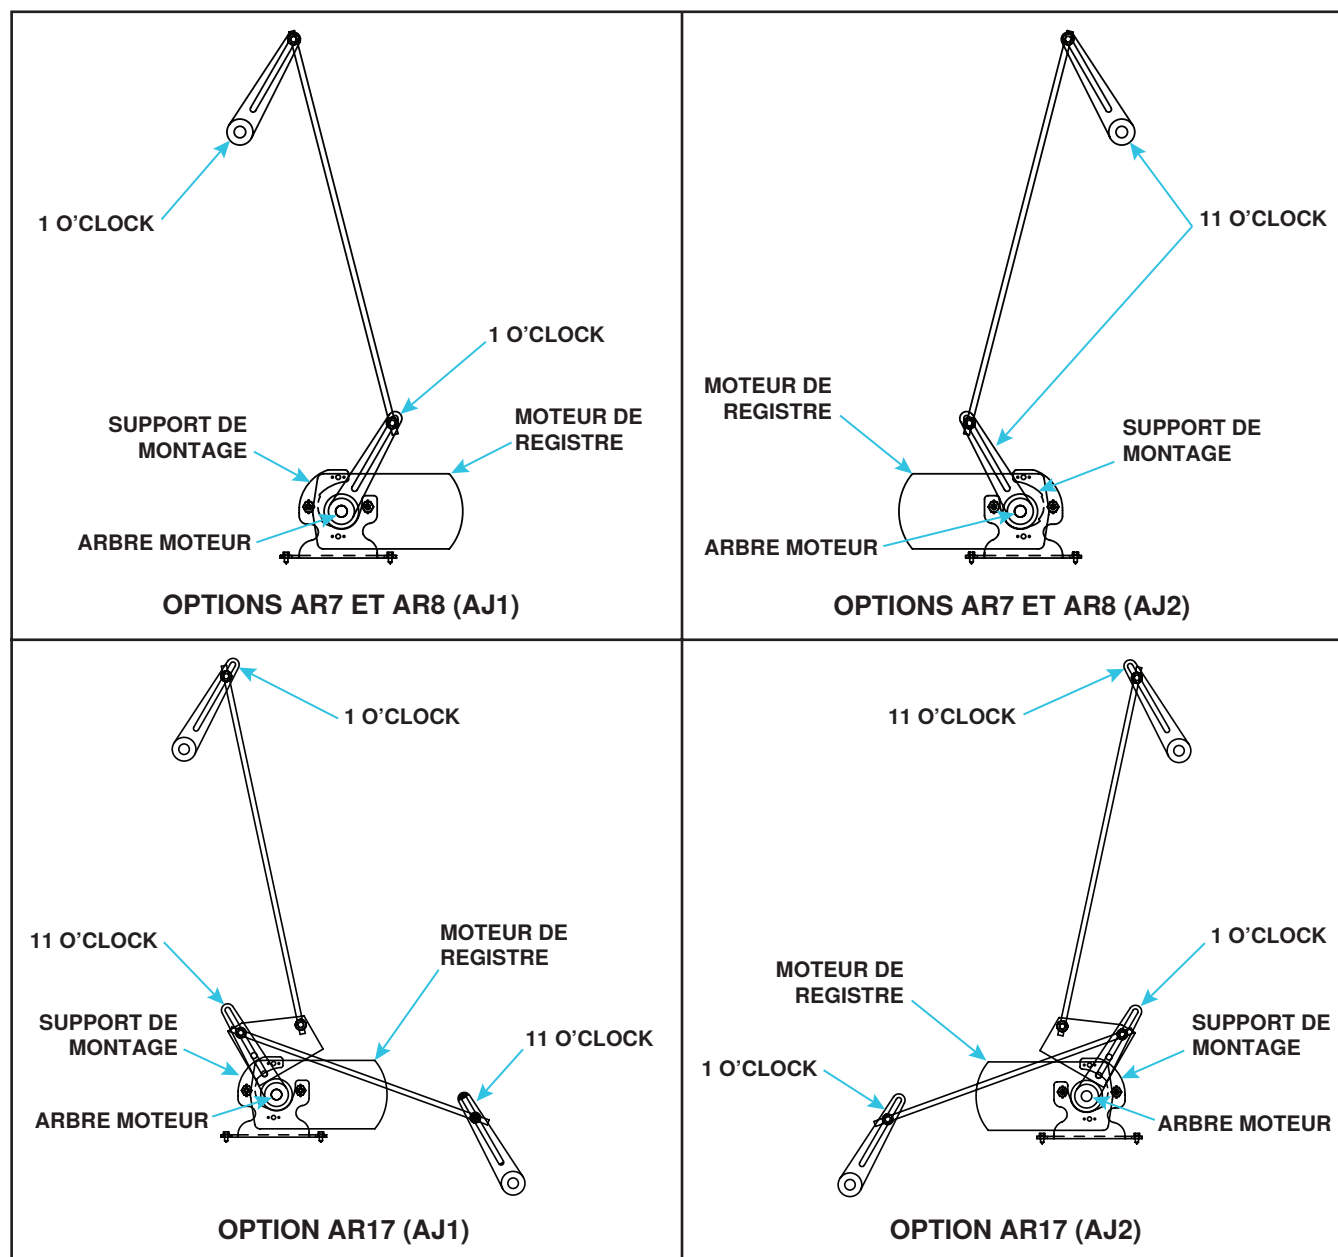

Figure 6. Tringlerie de registre pour tous les modèles sauf CAUA (air extérieur fermé)
- b. Pour tous les modèles sauf CAUA, insérez l'arbre à travers le moteur de registre du côté du moteur marqué B, fixez l'arbre avec le coupleur et reconnectez la tringlerie à l'arbre (voir Figure 6).
REMARQUE : Le moteur de registre, l'arbre moteur et le support de montage illustrés à la Figure 6 proviennent de la trousse de remplacement. Les autres composants représentés sont des composants d'origine de l'unité.